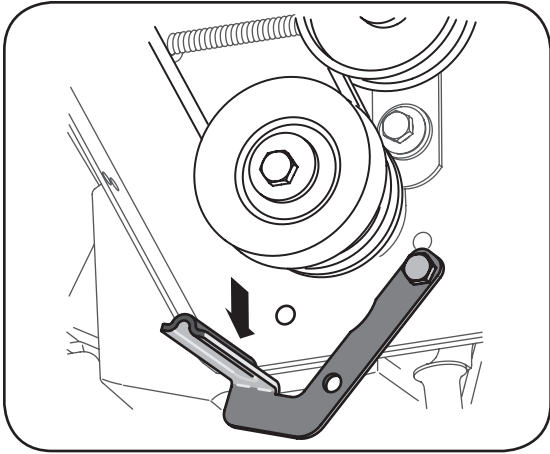

Figure 25
- b. Éloignez le guide de courroie et le support de la poulie motrice. Voir la Figure 25.